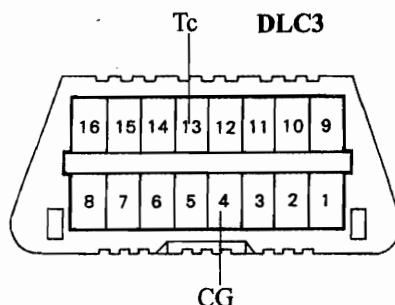

图 8-2-24
1. 将点火开关转到 ON 位置,如图 8-2-24 所示,检测 DLC3 端子 TC 与 CG 间的电压,应为 10~14V
如图 8-2-24 所示,用跨接线连接 DLC3 端子 TC 与 CG,ABS 警告灯应闪亮